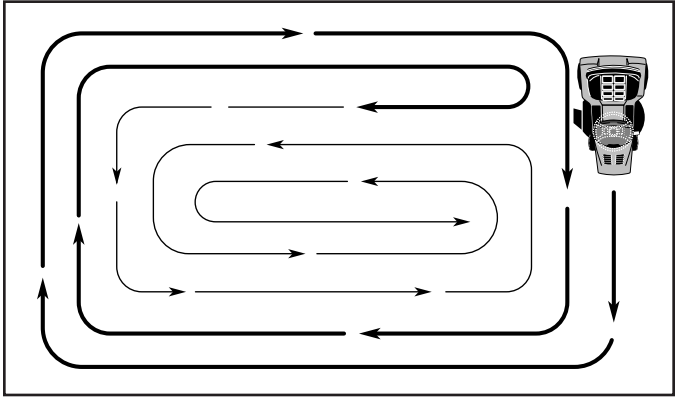

Fig. 13
- Al segar las áreas grandes, empiece girando a la derecha de modo que los recortes se descarguen, alejándose de los arbustos, cercos, entradas de automóviles, etc. Después de una o dos vueltas, siga en la dirección opuesta, haciendo virajes a la izquierda, hasta que termine (Vea Fig 13).